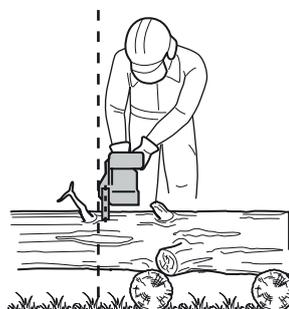

Fig. 28
- > Vous devez impérativement être dans une position sûre lorsque vous utilisez l'appareil. Tenez l'appareil du côté droit du corps (Fig. 28).